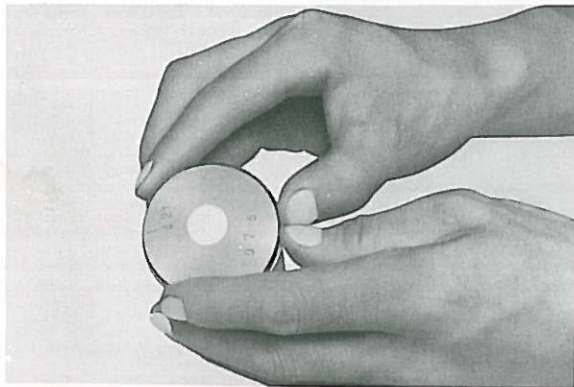

Fig. 3-3-9
1. Remove piston ring. (Fig. 3-3-9)
1. Enlever les segments. (Fig. 3-3-9)
1. Kolbenringe abnehmen. (Fig. 3-3-9)